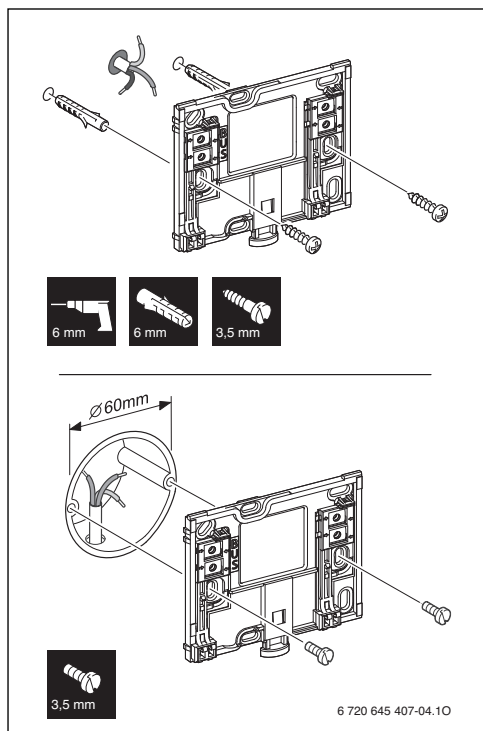

Bild 3 Installation des Sockels
- Sockel an einer Wand installieren (→ Bild 3).